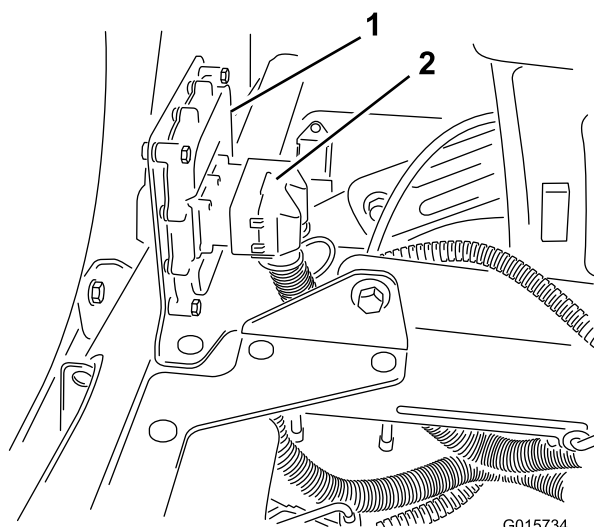

図 18
1. 5800の場合は、ワイヤハーネスについている端子を電子コントローラに接続し、六角レンチで固定する図 18。